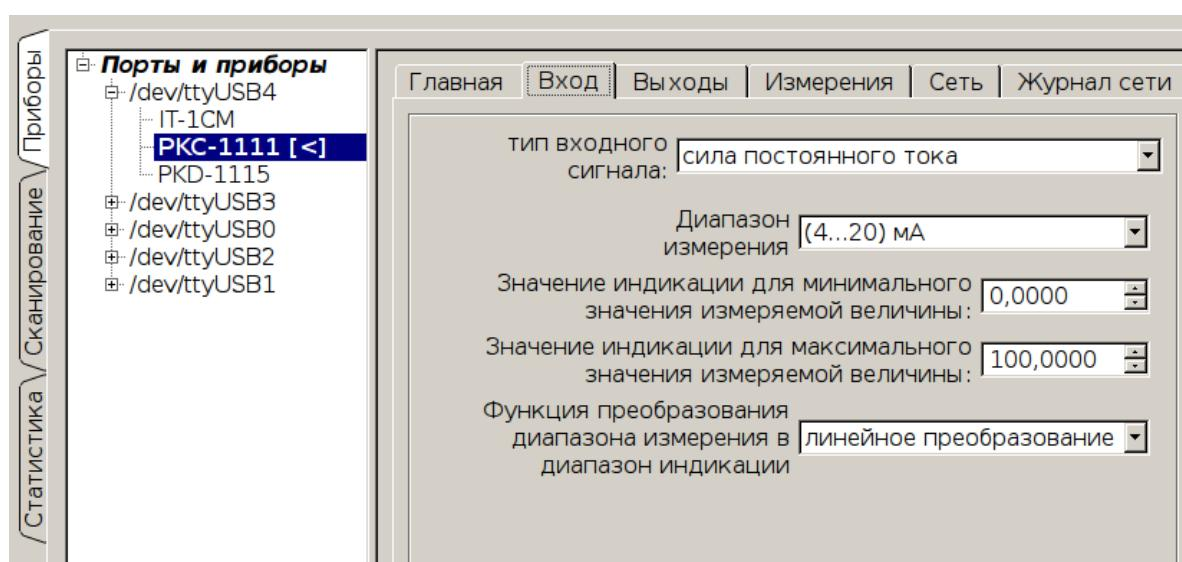

Рисунок 80 - Статус записанных параметров из макета в прибор
– [<] – означает, что параметры из макета записаны в регистры прибора (Рисунок 80);